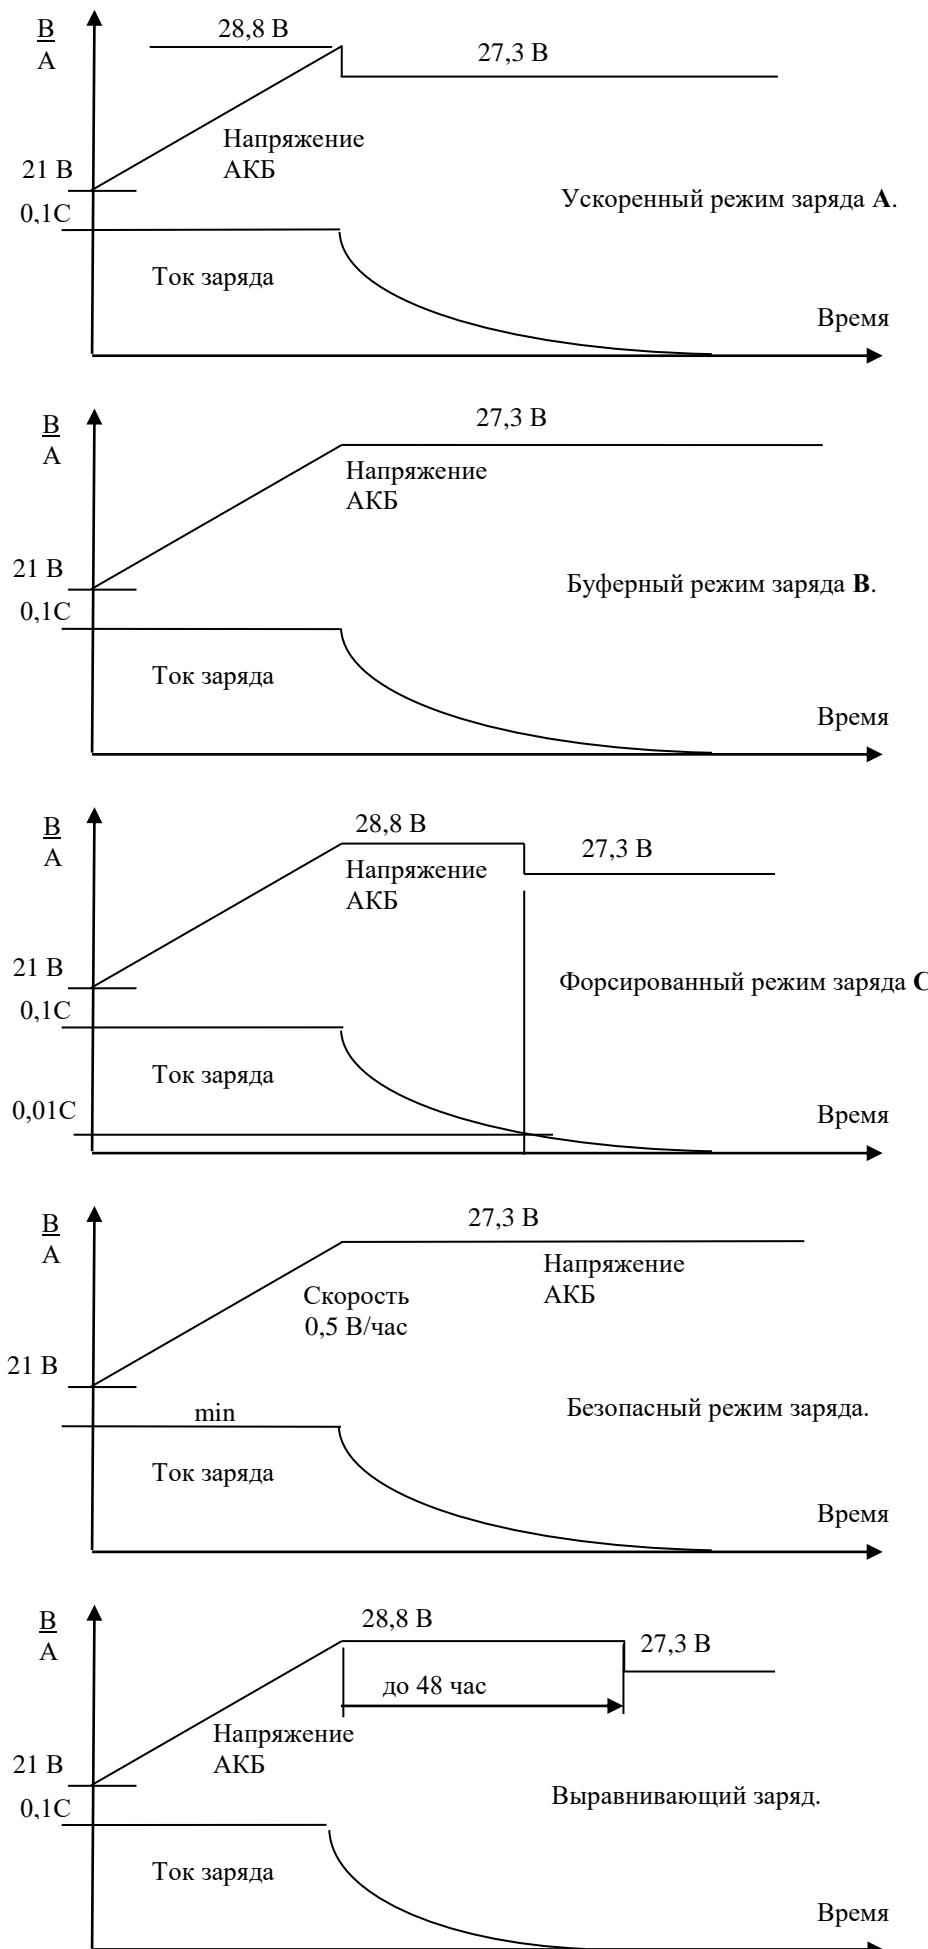

Рис. 4. Режимы заряда АБ.
1. При установленном модуле управления контактор **LVBD** включен управляемым сигналом модуля. По включению сетевого питания выпрямители устанавливают выходное напряжение, равное напряжению АБ. Включается один из следующих режимов заряда (рис. 4):